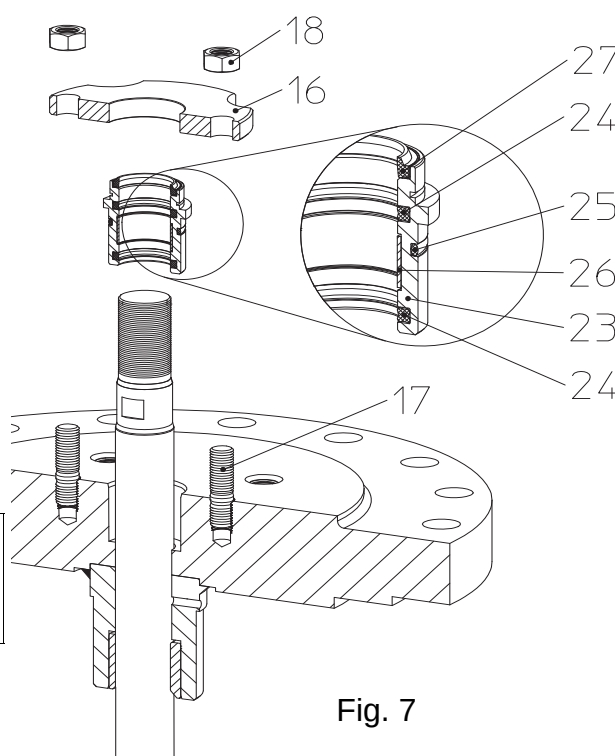

Fig. 7
- Ved udskiftning af pakelementerne (pos. 24, 25) skal man være opmærksom på de enkelte deles rigtige rækkefølge og indbygningsposition (se Fig. 7).